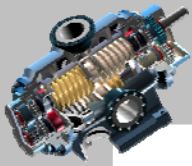

图 5.7.17 “相关性”选项卡
Step4. 在图 5.7.17 所示的**相关性** 选项卡中，可以用于设置粗糙度符号与零件模型的从属关系。